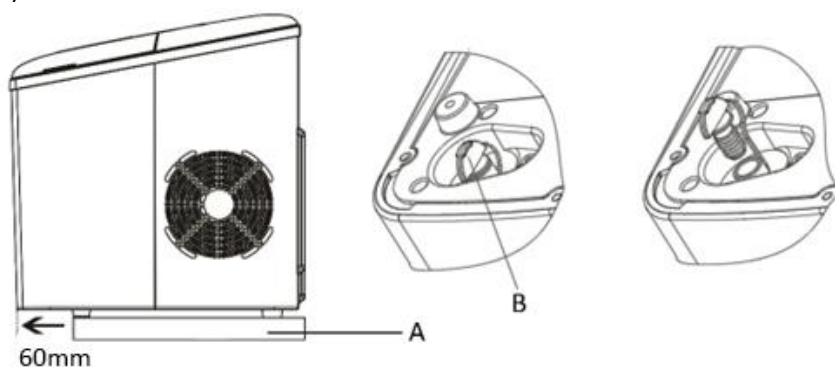

Fig. 4
Flytt apparatet frem til et sted 60 mm fra arbeidsbordet (A) og åpne avløpspluggen (B) for å tømme ut overflødig vann. Du kan bruke en beholder til å fange opp overflødig vann. Bytt deretter avløpspluggen godt på plass. (Fig. 4)